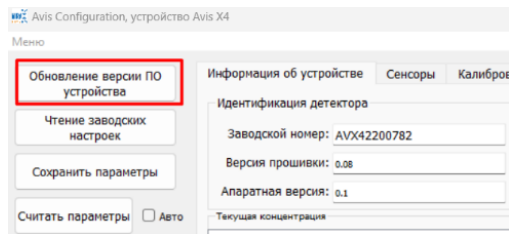

Рисунок E.2
4. Нажать кнопку «Обновление версии ПО устройства» и выбрать соответствующий файл прошивки (см. рисунок E.2);